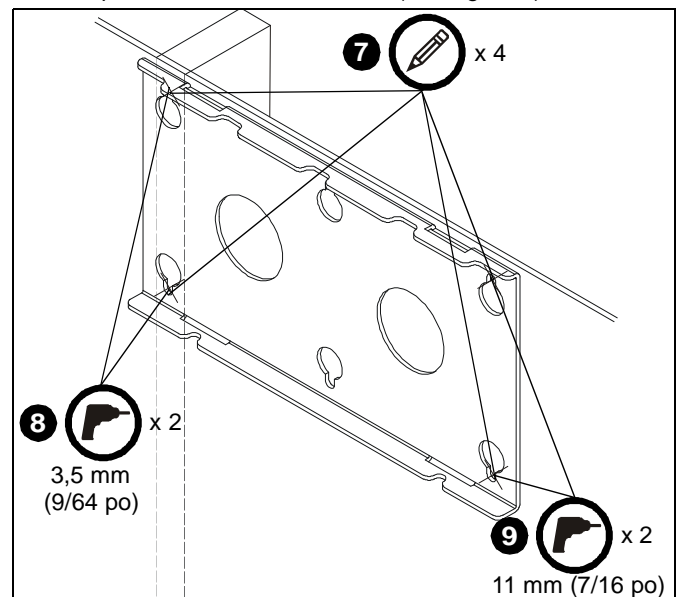

Figure 3
7. Servez-vous du support mural (R) comme gabarit pour marquer les deux emplacements des trous au centre du montant de bois et dans la cloison sèche à la hauteur de montage désirée. Utilisez un niveau pour vous assurer que le support est parfaitement horizontal. (Voir figure 3)
8. Percez deux trous de 3,5 mm (9/64 po) aux endroits marqués sur le montant de bois. (Voir figure 3)
9. Percez deux trous de 11 mm (7/16 po) aux endroits marqués sur la cloison sèche. Assurez-vous que les trous sont percés en ligne droite et qu'ils traversent complètement la cloison sèche. (Voir figure 3)